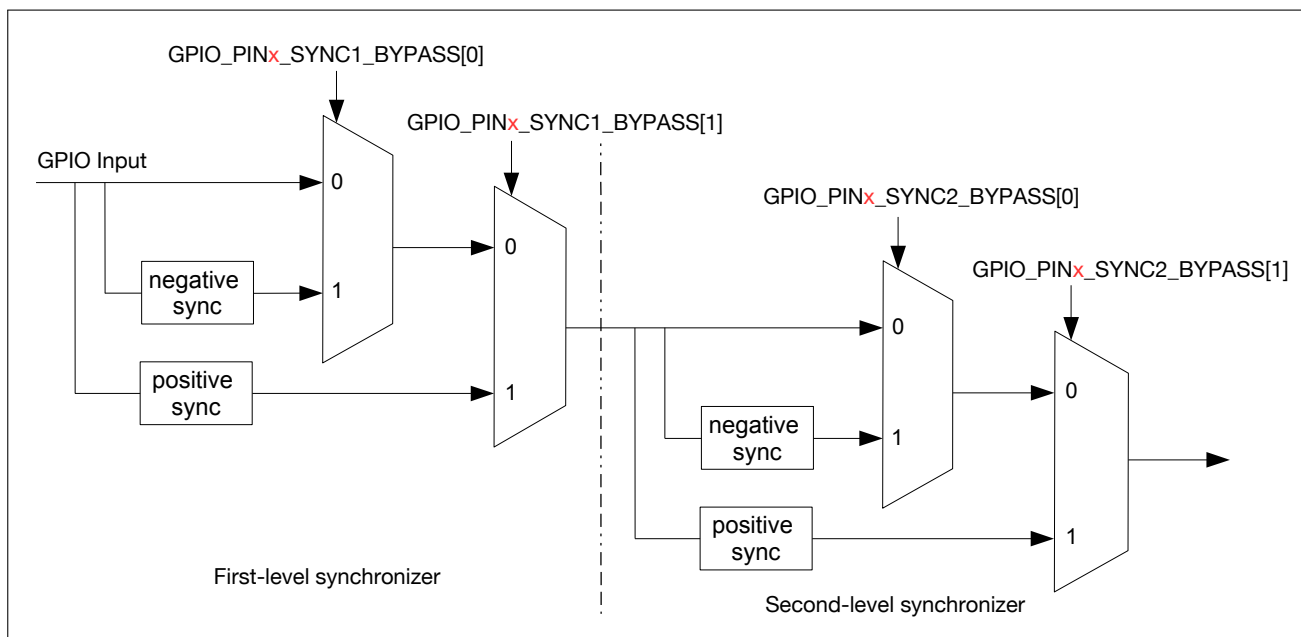

图 7-3. GPIO 输入经 IO MUX 运行时钟上升沿或下降沿同步
GPIO SYNC 模块的功能如图 7-3 所示。其中，negative sync 为 GPIO 输入经过 IO MUX 的运行时钟的下降沿同步，positive sync 为 GPIO 输入经过 IO MUX 的运行时钟上升沿同步。
- 如图 7-3 所示，配置 `GPIO_PIN x _SYNC1_BYPASS` 使能输入信号在第一级同步中为上升沿或下降沿同步。
- 如图 7-3 所示，配置 `GPIO_PIN x _SYNC2_BYPASS` 使能输入信号在第二级同步中为上升沿或下降沿同步。